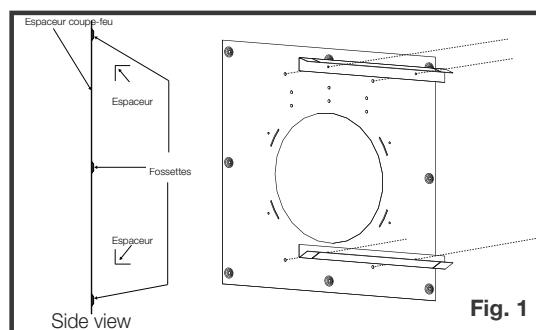

Fig. 1
- Installez les espaces sur un côté de l'espaceur coupe-feu (**Figure 1**).